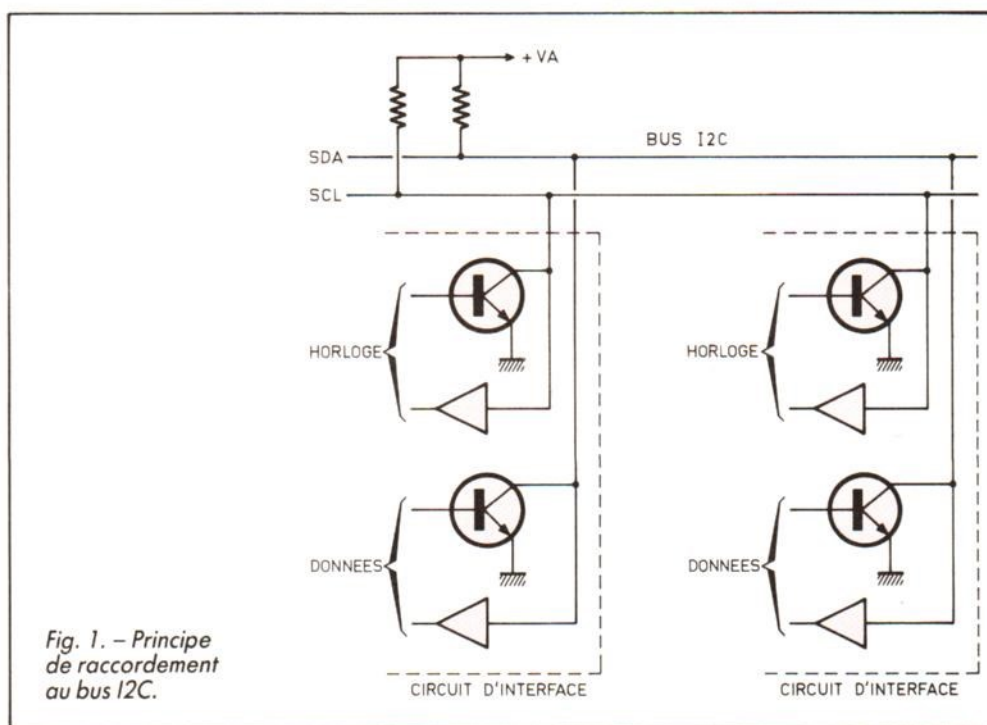

Fig. 1. - Principe de raccordement au bus I2C.
OU câblé. Comme des circuits de technologies diverses peuvent être utilisés sur ce bus, les niveaux électriques ne sont pas fixes, mais sont définis par les résistances de rappel, visibles figure 1. Pour cette même raison, nous ne parlerons dans ce qui suit que de niveaux logiques haut (1) ou bas (0), et nous verrons en fin d'article la correspondance avec les niveaux électriques. Quoi qu'il en soit, la logique utilisée est une logique positive, et un niveau logique haut est représenté par une tension supérieure à un niveau logique bas.
Du fait du mode de connexion représenté figure 1, les lignes SCL et SDA sont à l'état haut lorsque aucun abonné ne les utilise en émission.
Comme le montre la figure 1, la connexion des abonnés aux deux lignes du bus I2C est particulièrement simple. Les sorties de destination des lignes SCL et SDA sont à collecteur ou à drain ouvert afin de permettre la réalisation d'un